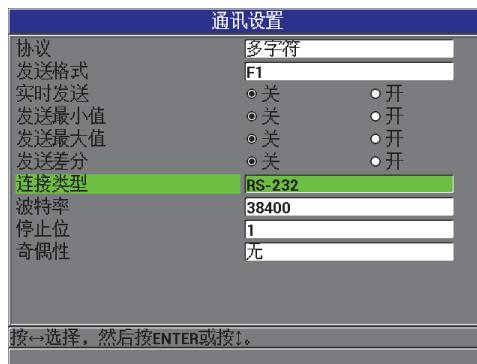

图 6-4 通讯设置屏幕 — RS-232
1. 在仪器显示测量屏幕时, 按 [设置菜单] 键, 然后选择通讯, 以显示通讯设置屏幕 (参见第 98 页的图 6-4)。